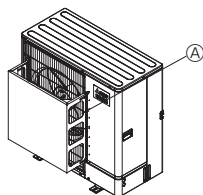

Fig. 2-3
- ② Installer en ekstra luftføring hvis enheten installeres på et sted der sterke vinder, slik som en tyfon osv. kan blåse direkte inn i luftslippet. (Fig. 2-3)